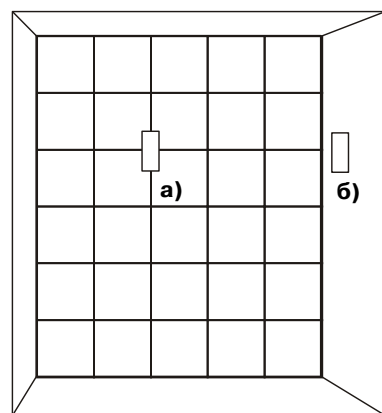

Рис.9 Защита стеклоблоков
- непосредственно на охраняемую стеклянную поверхность [рис. 9а)]. Для этого крепежное устройство удобно размещать в отверстиях цементного шва, соединяющего стеклоблоки между собой, по методике установки извещателя на кирпичную или бетонную конструкцию;
- на примыкающую к охраняемой кирпичную, бетонную или стальную конструкцию [рис. 9б)] по соответствующей методике.